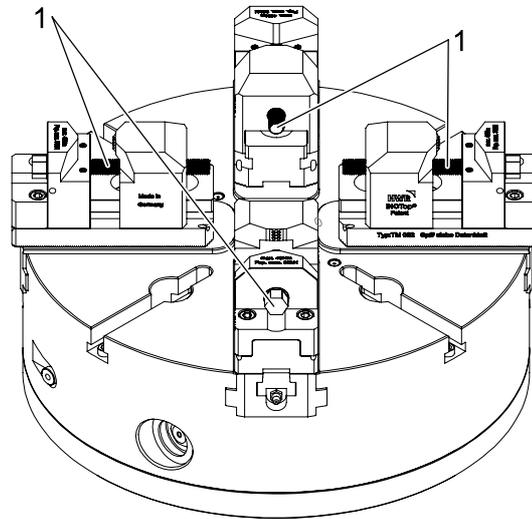

Abb. 4-1: Serraggio del pezzo
**Passo 1** Aprire l'unità di serraggio girando i mandrini (1, vedi Fig. 4-1).
**Passo 4** Serrare il pezzo con una chiave dinamometrica serrando in modo uniforme i mandrini (1, vedi Fig 4-1).